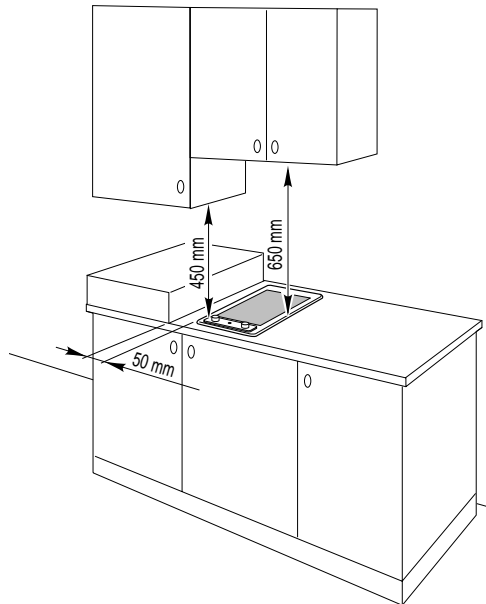

Abb. 4.2
- zwischen der Kochmulde und einem darüber hängenden Küchenwandschrank oder einer Abzugshaube muß ein Abstand von mindestens 650 mm übrig bleiben (Abb. 4.2).